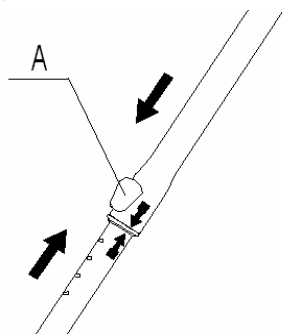

Fig.2
2. Alinee las 2 flechas que se indican en el eje superior e inferior como se muestra en la Fig.2.